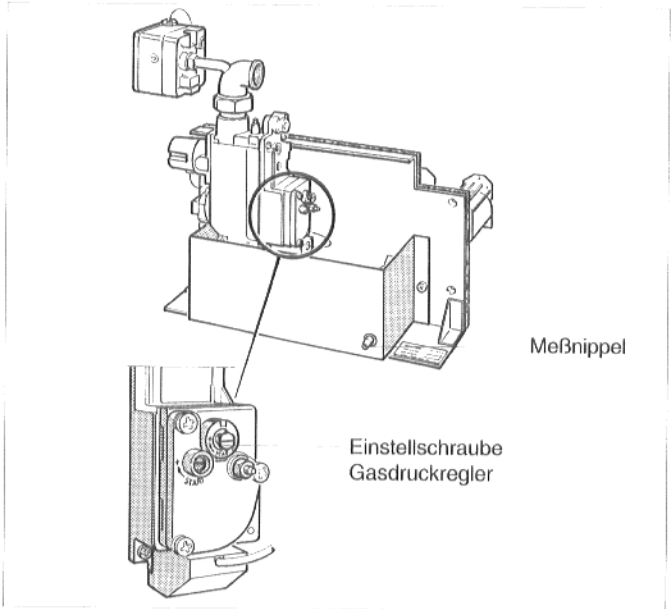

Abb. 9: Gasbrenner mit "Junkers" CE 423 I, Stadtgas
- Verschlußschraube des Meßnippels am Gasverteilerrohr ca. 2 Umdrehungen lösen (Abb.9), bei G_324 L... zunächst bei einem der beiden Gasbrenner.
Bei Abweichung vom Sollwert: korrigieren Sie den Düsendruck durch Drehen der Einstellschraube des Gasdruckreglers (Abb. 9) nach rechts (+) oder links (-).